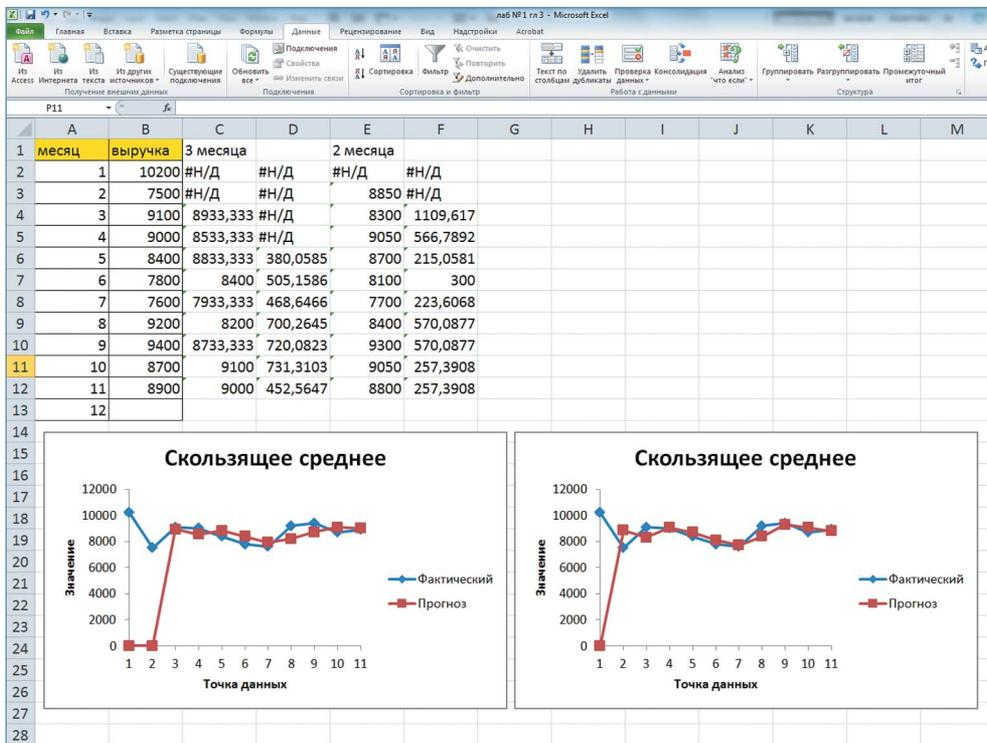

Рис. 17
6. Вслед за этим программа производит расчёт и выводит результат на экран (рис. 17). Для того чтобы определить, какая из двух моделей более точная, нам нужно сравнить стандартные погрешности. Чем меньше данный показатель, тем выше вероятность точности полученного результата. Как видим, по всем значениям стандартная погрешность при расчёте скользящей за два месяца меньше, чем аналогичный показатель за три месяца. Таким образом, прогнозируемым значением на декабрь можно считать ве-